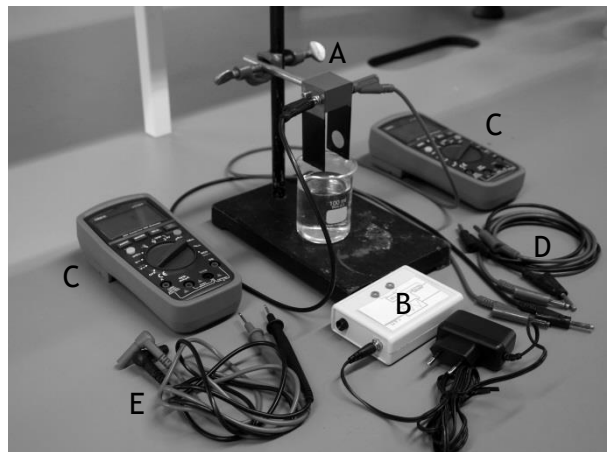

Figura 3: Materiais para montagem do experimento.
- Um conjunto de dois eletrodos banhados a ouro (parte A na figura 3)
- Fonte de alimentação AC (B) (sem cabos)
- Dois multímetros digitais (C)
- Quatro fios elétricos (vermelho, preto, 2X azul) (D) e dois fios de um multímetro (vermelho, preto) (E)
Neste experimento, a condutância elétrica das soluções com sal serão determinadas com os materiais descritos na figura 3. Um conjunto de eletrodos banhados a ouro são totalmente submersos em um béquer contendo a solução com sal. Os eletrodos devem ser conectados a uma fonte de alimentação que fornece uma tensão alternada com alta frequência (1kHz) e baixa tensão. Isso é necessário para evitar a eletrolise da solução com sal. A partir da medida da tensão e da corrente através dos eletrodos, a condutância elétrica pode ser determinada.